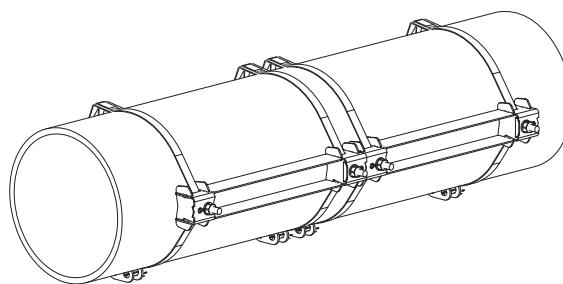

Abb. 9.26: Rohr mit zwei Schienen
- Wiederholen Sie die Schritte für die Befestigung der zweiten Schiene (siehe Abb. 9.26).